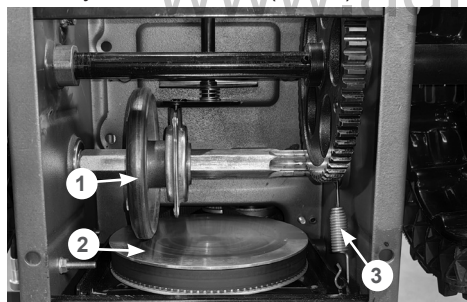

Рис. 9. Проверка регулировки троса включения хода
- нажмите рычаг включения хода. При полностью нажатом рычаге включения хода пружина 3 должна быть растянута на 0,5 - 1 см (Рис. 9);
- отпустите рычаг включения хода. Между резиновым фрикционным колесом 1 и ведущим диском 2 должен быть зазор не менее 1 мм (Рис. 9);